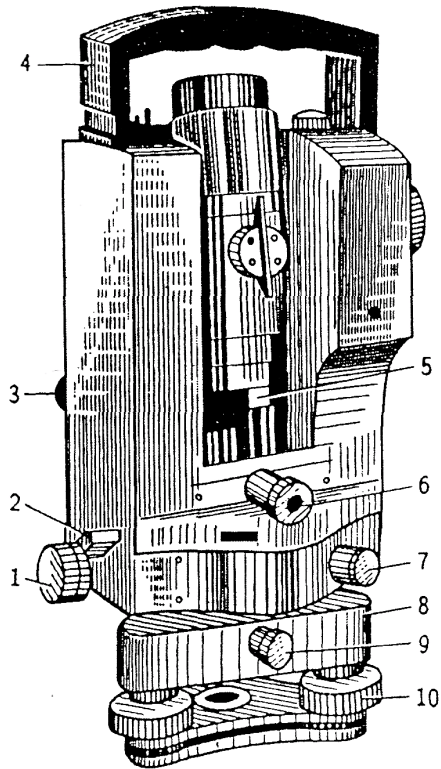

Рис. 1 . Теодолит 2Т5К:
1.2. Изучить устройство теодолита, его основных частей, опираясь на рис. 1 и 2.